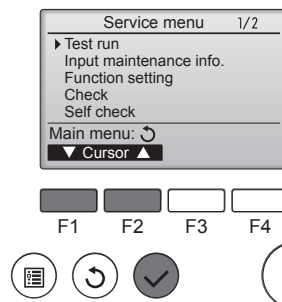

Fig. 8-1
- 1 Seleccione "Test run" (Modo prueba) desde el menú Servicio, y pulse el botón [ACEPTAR]. (Fig. 8-1)